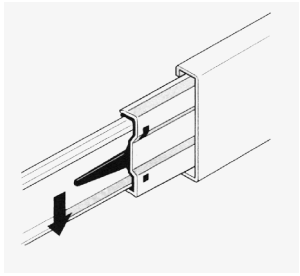
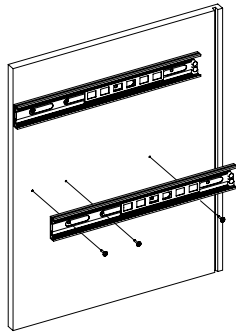

Рис.1
Рис.2
1. Подготовьте детали к сборке. Отсоедините от основания телескопических направляющих внутренние планки, отогнув пластиковый рычажок фиксатора (Рис. 1). Основания телескопических направляющих закрепите на деталях 7 и 8 шурупами 3,5x16 (Рис. 2).